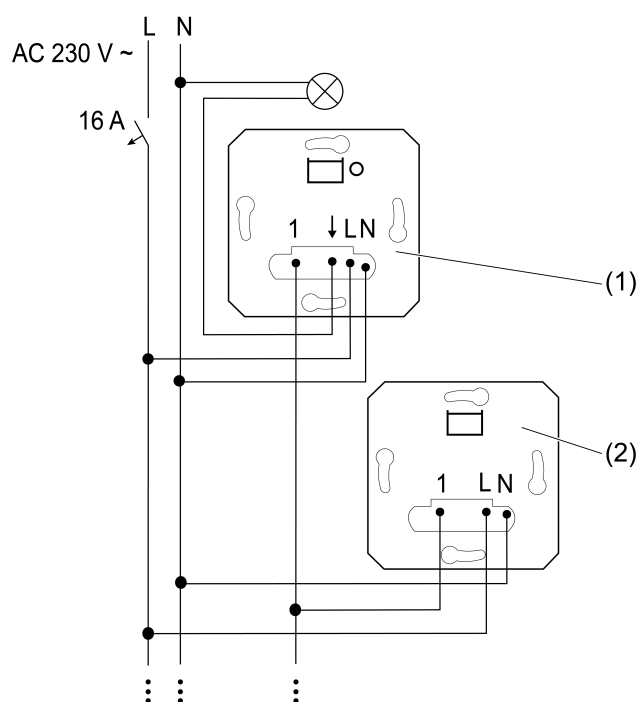
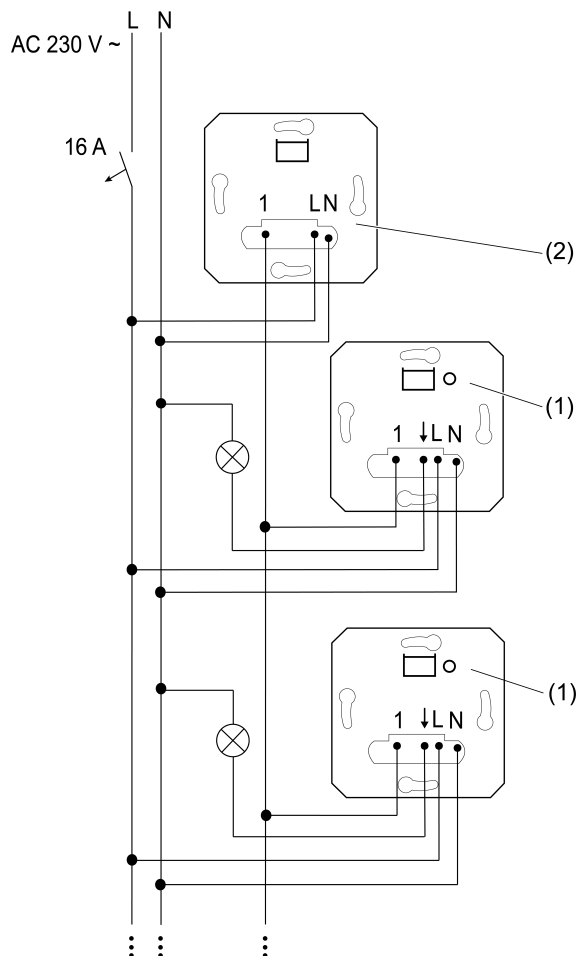
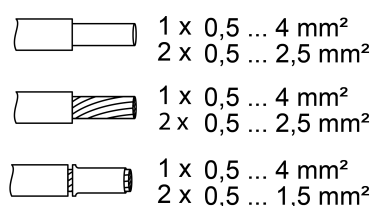

Imagen 1: Esquema de conexión estaciones auxiliares de 3 hilos en una estación principal
Imagen 2: Esquema de conexión de múltiples estaciones principales a una estación principal de 3 hilos para el control centralizado
Imagen 3: Secciones de cable conectables por apriete
- i** Se puede conectar hasta diez estaciones auxiliares de 3 hilos (2) a una estación principal (1) (Imagen 1).
- i** Una estación auxiliar de 3 hilos (2) permite controlar conjuntamente hasta cinco estaciones principales (1) iguales o diferentes (Imagen 2).
- Conectar la estación auxiliar (2) según el esquema de conexión (Imagen 1) y (Imagen 2). Tenga en cuenta las secciones de cable conectables por apriete (Imagen 3).